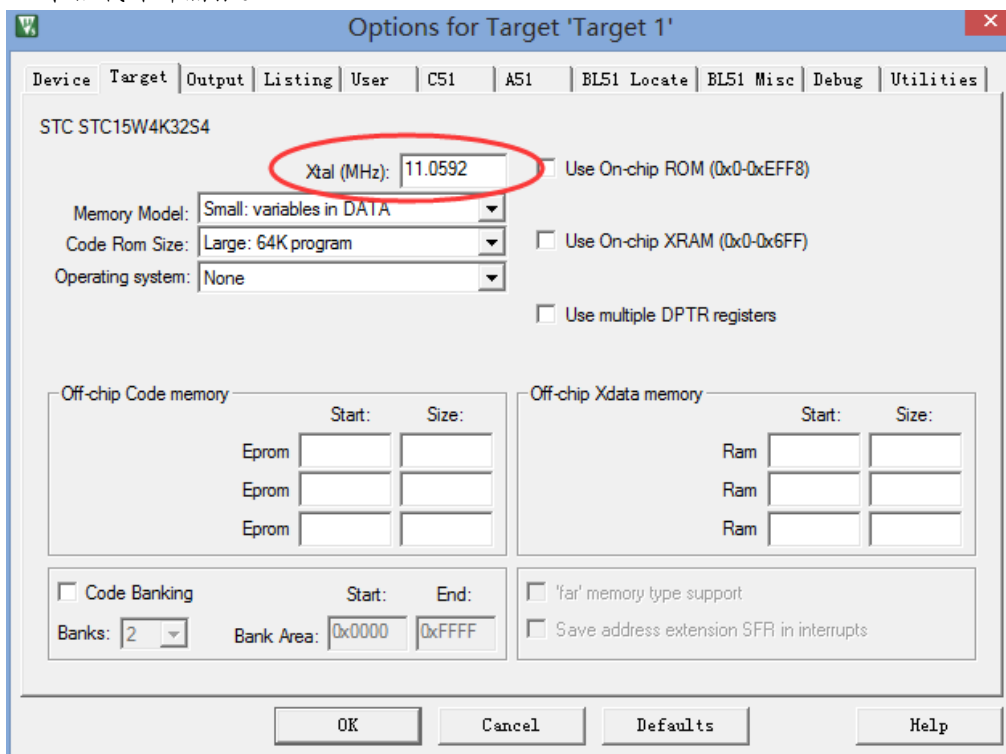
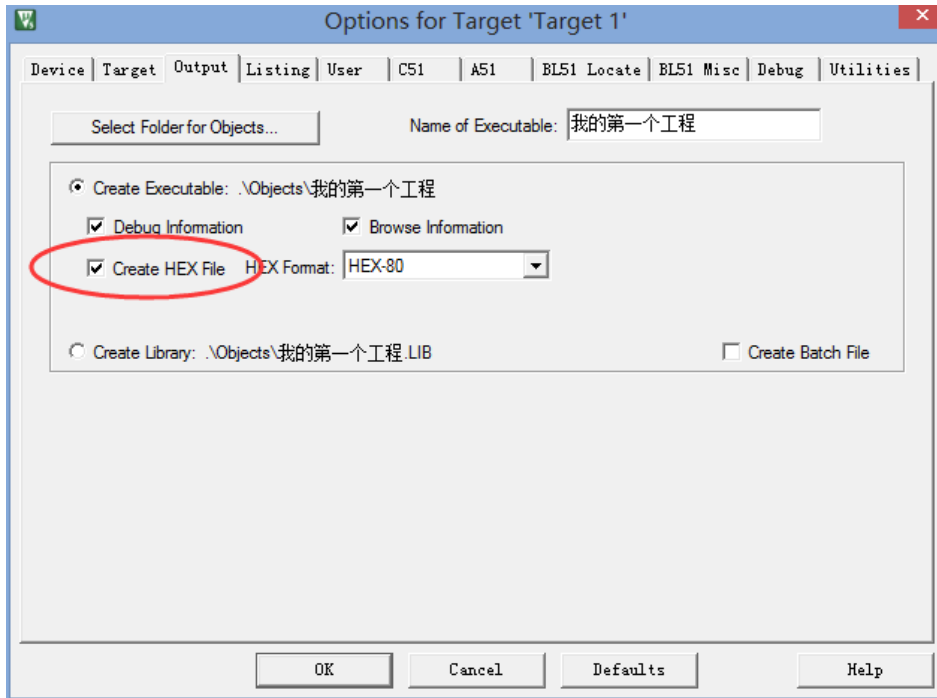

图 2-16 晶振设置对话框
图 2-18 设置 Options for Targer 对话框
(4) 用于打开“Target Options”对话框，打开的对话框如图 2-16 所示，并在晶振选项框中填 11.0592，这里为何选择“11.0592”，具体由我们下载程序时 STC-ISP 软件的设定决定。接着选择“Output”选项卡，并在“Create HEX File”前复选框中打勾，如图 2-18 所示，别的先统统不予理睬。